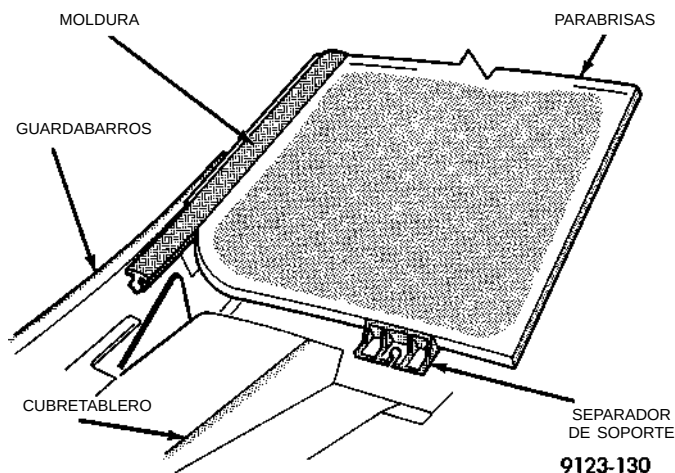

Fig. 1 Molduras del parabrisas
- (1) Retire el espejo retrovisor interno.
- (2) Retire los brazos del limpiaparabrisas.
- (3) Retire la tapa del cubretablero.
- (4) Coloque cubiertas de protección sobre el tablero de instrumentos y el capó.
- (5) Retire las molduras del parabrisas (Fig. 1) mediante el empleo de una herramienta de gancho adecuada y una varilla ajustadora.